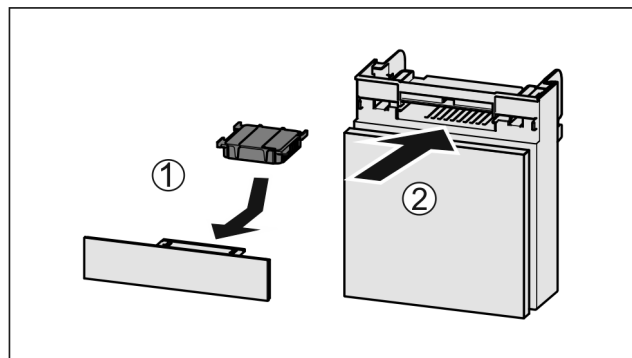

Fig. 183
- Inserire il vano Fig. 183 (2).